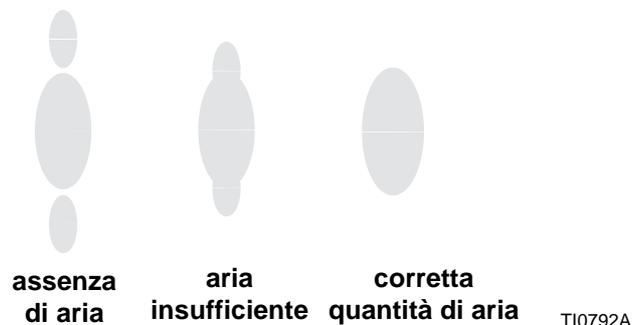

FIG. 6. Problemi di distribuzione della spruzzatura
2. Vedere FIG. 6. Impostare la pressione per l'aria di nebulizzazione a circa 0,35 bar (5 psi, 35 kPa) all'attivazione. Verificare la distribuzione della spruzzatura e poi aumentare lentamente la pressione dell'aria in modo che i baffi di spruzzatura siano completamente nebulizzati e concentrati nella distribuzione dello spruzzo. Non superare una pressione aria alla pistola di 0,7 MPa (100 psi, 7 bar).